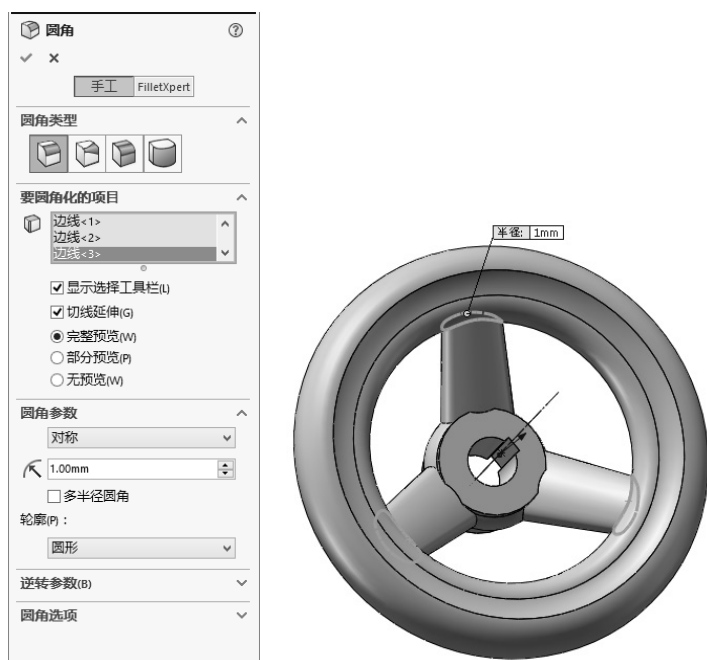

图 3-60 创建铸造圆角
① 创建铸造圆角。单击“特征”控制面板中的“圆角”按钮, 弹出“圆角”属性管理器; 选择“圆角类型”为“等半径”, 在“半径”文本框中输入 1.00mm, 在绘图区选择轮辐与圆轮和安装座相交的边线, 其他选项设置如图 3-60 所示, 单击“确定”按钮, 完成圆角特征的创建。